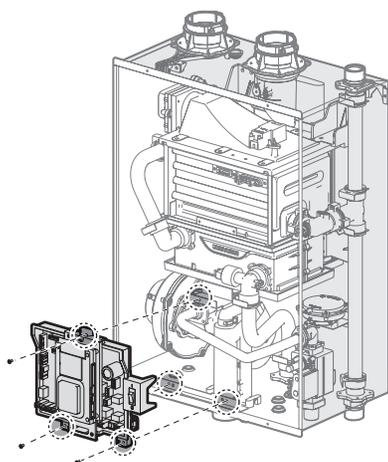

Figure 1. Couvercle avant des modèles NHB
2. À l'aide d'un tournevis Phillips, retirez les 4 vis (deux en haut et 2 en bas) du couvercle avant pour accéder aux composants internes. Reportez-vous à la figure 1 représentant le couvercle avant de l'unité.